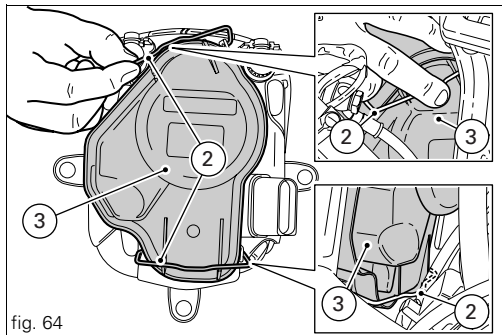

fig. 64
Pour accéder aux ampoules du phare avant, décrocher les agrafes (2), supérieure et inférieure, en intervenant par les côtés de la bulle fixe au-dessous du tableau de bord (fig. 64), et ouvrir le cache (3).